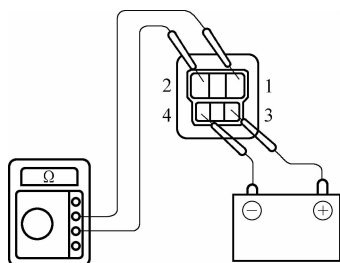

图 3-117 节气门继电器的检测
2) 如图 3-117 所示,用电阻表测量 1、2 端子应不导通,3、4 端子应导通。
(5) TRC 制动执行器的检测